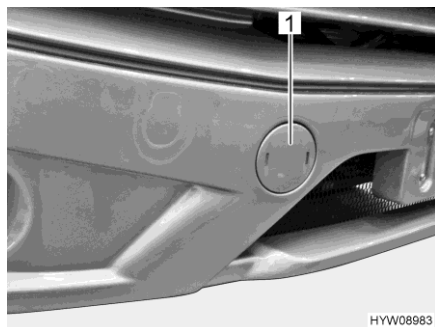

Bild 28 Abdeckung (Aufnahme der Abschleppöse)
- Abdeckung (Bild 28,1) mit einem Schraubendreher aufhebeln.